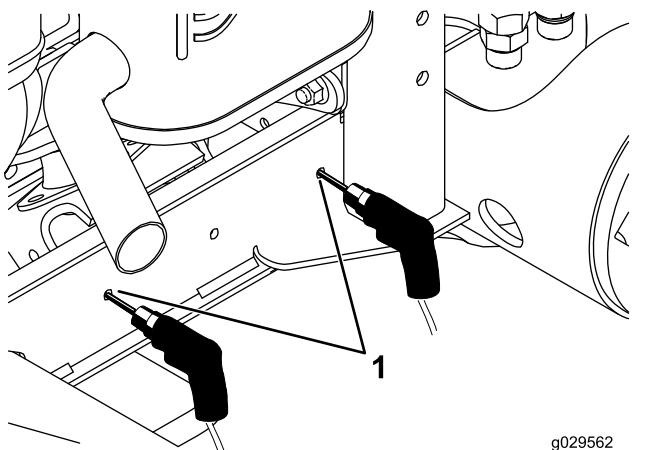

図 20
10. ステップ 8でマーキングした位置2カ所に、直径 7.1mm の穴を開ける図 20。